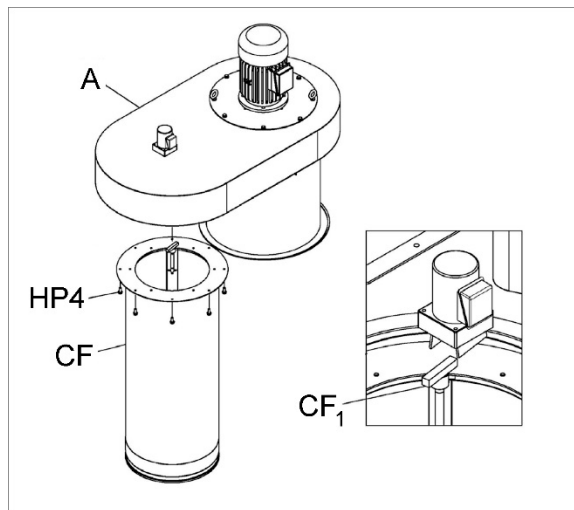

Рисунок 10
16. Установите фильтрующий картридж (CF, Рис. 10) на основной узел, совместив наконечник штока (CF1) с пазом на платформе редукторного двигателя.